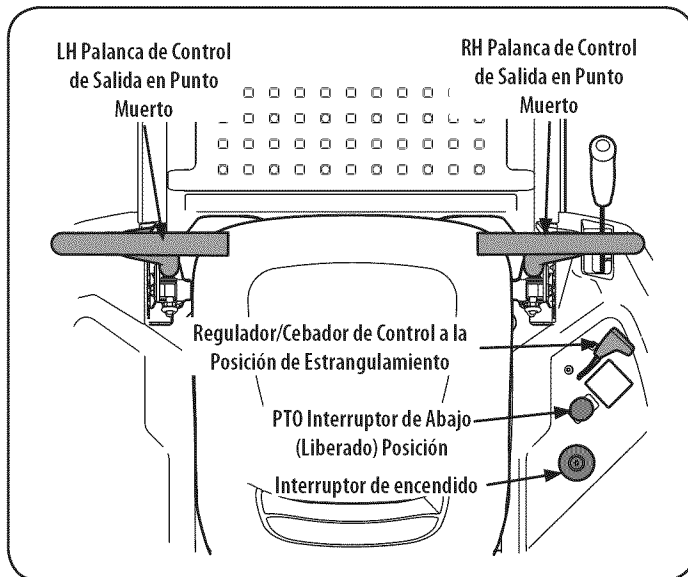

Figura 11
2. Asegúrese de que el interruptor PTO esté en la posición desenganchada (abajo). Consulte la Figura 11.